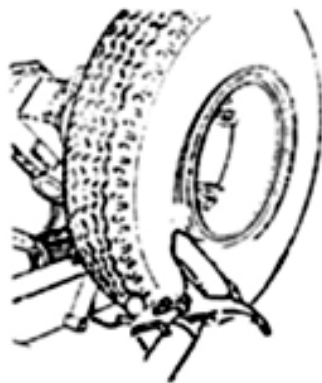

Fig21
- (1) Зафиксируйте колесо на зажимном устройстве, как описано выше. Убедитесь в том, что оно спущено.
- (2) Опустите инструментальную консоль в рабочее положение до тех пор.
- (3) Установите диск для отрыва борта рядом с ободом (рис. 21).